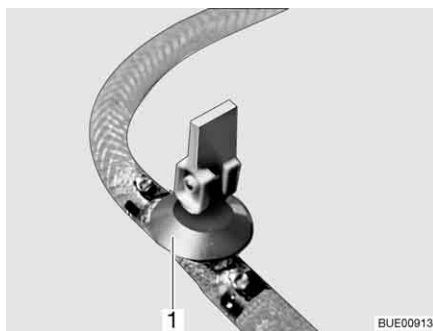
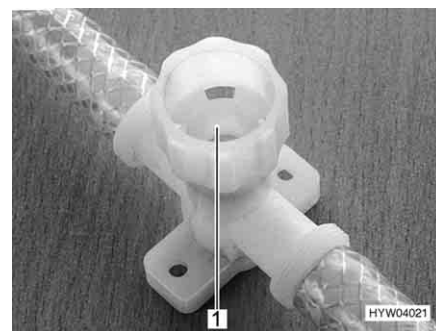

Fig. 141 Rubinetto di scarico (con leva a bilancere)
Fig. 142 Rubinetto di scarico (con tappo a vite)
- Chiudere tutti i rubinetti di scarico. Mettere la leva a bilanciere del rubinetto di scarico (Fig. 141,1) orizzontale o chiudere il coperchio del rubinetto di scarico (Fig. 142,1) in senso orario.